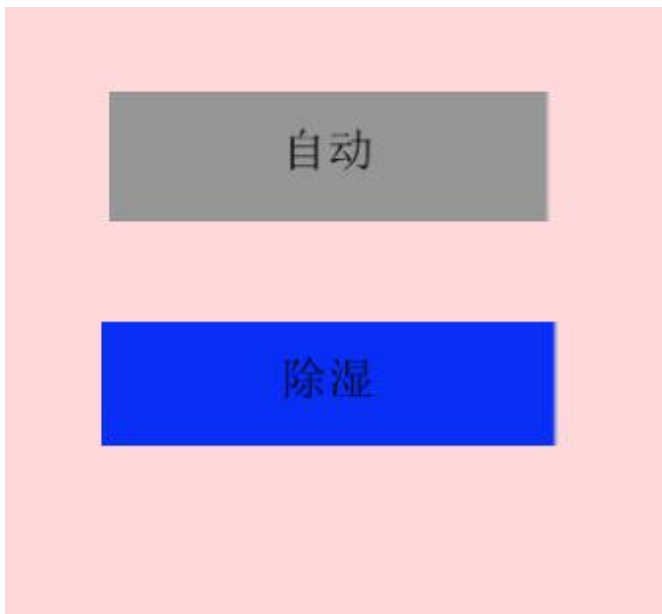

图 6.6 调整位置大小及图片替换
2、调整各个控件的位置和大小，并设置其图像替换（注：多组按键为自动模式，三态多组按键为加湿模式）如图 6.6 所示。